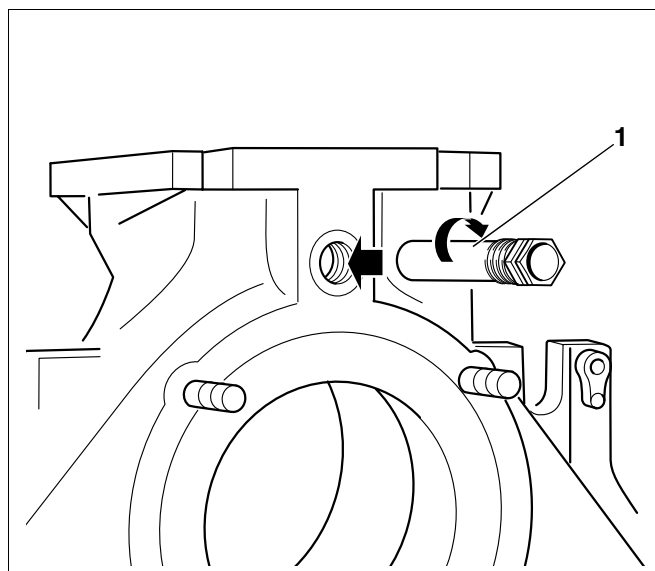

Fig. 25 Montering af følerlomme
- Monter følerlommen R $\frac{3}{4}$ fra kedlens bagside (længde: 110 mm) i fremløbstilslutningens R $\frac{3}{4}$ gevindboring (fig. 25, **pos. 1**).